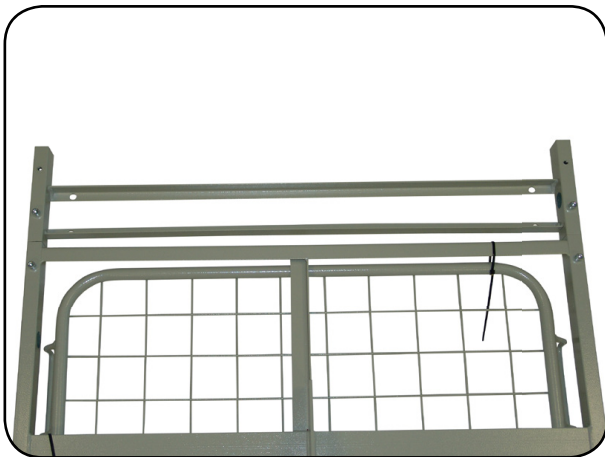

**Abb. 6.6.05 – Zylinderkopfschrauben am Fußende des Liegeflächenrahmens**
9. Lösen Sie die zwei Zylinderkopfschrauben am Fußende, die den Liegeflächenrahmen mit dem Stellteil verbinden (Abbildung 6.6.05).